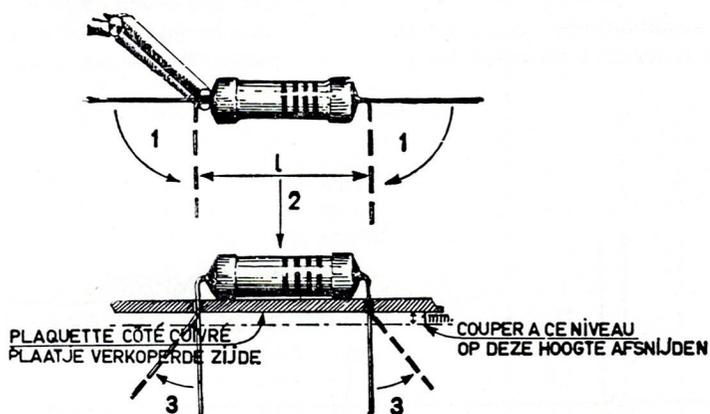

fig. 5
plier les fils de connexion en prévoyant un écartement égal à la distance entre les trous prévus dans la plaquette, comme le montre la figure 5 ; une pince à longs becs convient parfaitement pour ce travail (1).